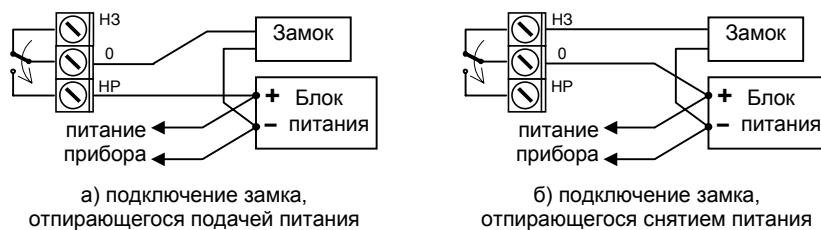

Рис. 11. Подключение электрического замка
**ВНИМАНИЕ!** Рекомендуется питать замок от отдельного источника. Если замок и прибор работают от общего источника питания, то для снижения помех рекомендуется выполнять цепи замка и цепи питания прибора отдельными линиями, соединяющимися непосредственно на выводах источника питания (см. рис. 11). Обязательно используйте в цепи замка искрогасящие элементы (диод, RC-цепочку или варистор).